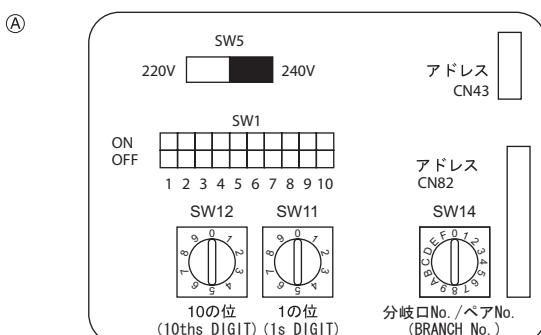

Fig. 5-5
⑧ Bloco de terminais para o cabo de transmissão exterior (M1(A), M2(B), (S))
5.5. Definição dos endereços (Fig. 5-5)